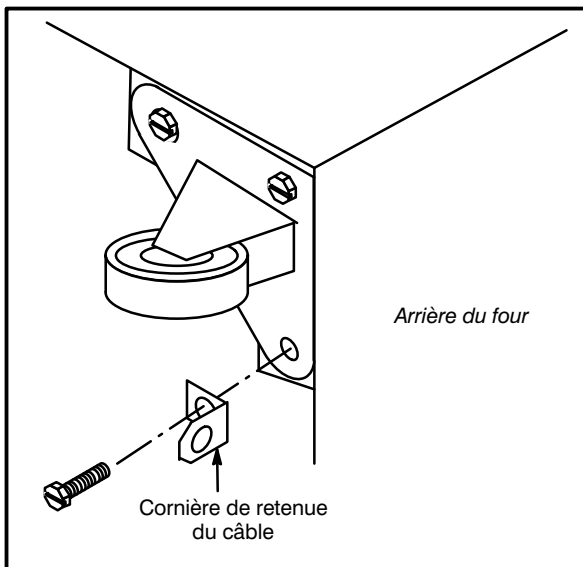

Figure 5
1. Monter la cornière fournie sur le boulon du pied juste au-dessous de l'arrivée de gaz. Voir Figure 5.